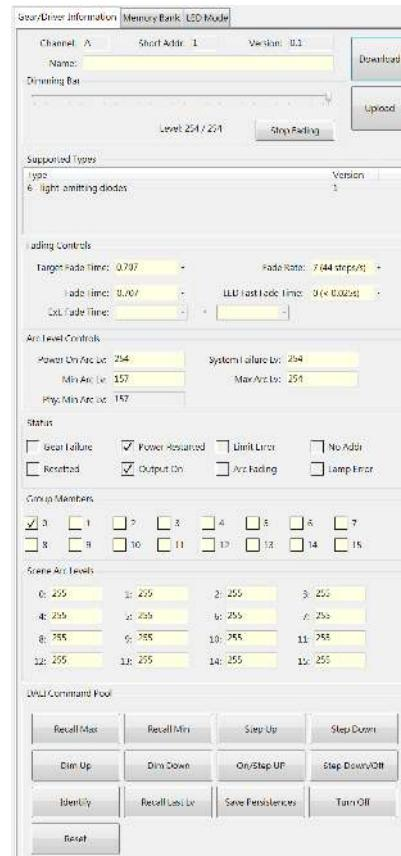

Рисунок 10.
9. Выберите в списке устройство, с которым Вы хотите произвести какие-то действия. Откроется вкладка с параметрами. Для считывания текущих параметров из устройства, нажмите кнопку Download (Рисунок 10). На этой вкладке можно управлять подключенным устройством, настраивать группы, сцены и другие параметры DALI устройства. После внесенных изменений нажмите кнопку Upload, чтобы загрузить параметры в контроллер.